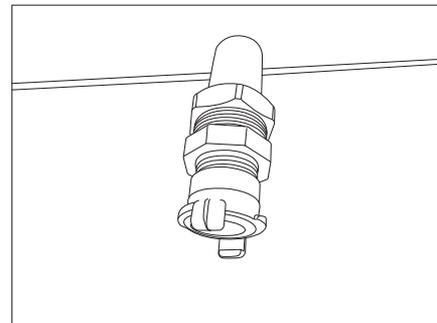

Bild 192 Abwasseranschluss (Kunststoffverrohrung)
- Abwasser am Abwasseranschluss (Kunststoffverrohrung, Bild 192) anschließen.